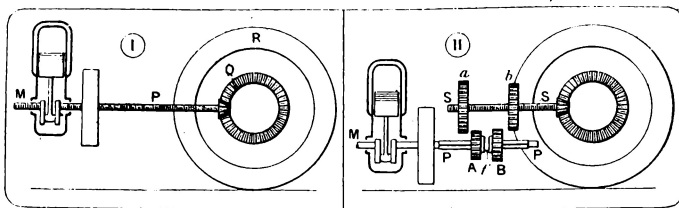

Fig. 161.
**Cambiamenti di velocità con ingranaggi.** — La fig. 161 spiega schematicamente come l'interposizione d'un ricambio d'ingranaggi possa produrre un cambiamento nei rapporti dei giri del motore e delle ruote motrici. Invece di congiungere direttamente il motore *M* alla corona *Q*, solidale alle ruote, con un albero unico *P*, uniamolo con due alberi paralleli, uno *albero primario P*, l'altro *albero secondario S*, che si trascinano reciprocamente con ingranaggi.